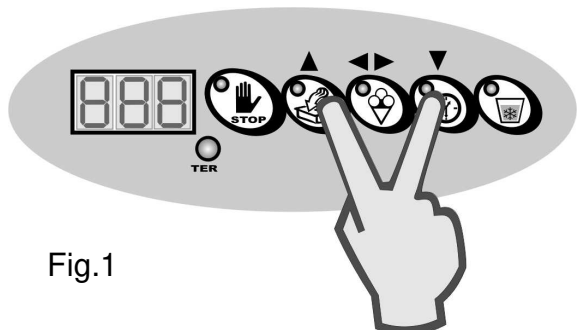
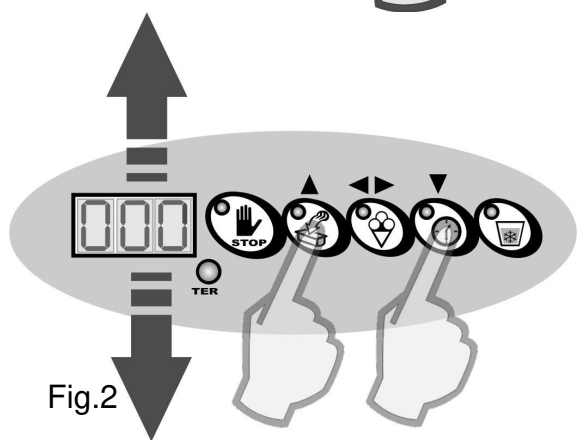

Fig.1
Fig.2
3. Con la macchina in STOP, premere e tenere premuti contemporaneamente i tasti "UP" e "DOWN" fino alla comparsa della schermata di selezione password (fig. 1). Inserire la password incrementando o decrementando i valori mediante i tasti UP e DOWN (FIG.2), quindi premere CONFERMA per convalidare la password digitata. In caso non si conosca la password, rivolgersi al servizio di assistenza Frigomat.
5. Se non si desidera apportare alcuna modifica al valore del passo selezionato, premere il tasto "UP" per accedere direttamente al passo successivo. (fig. 2)